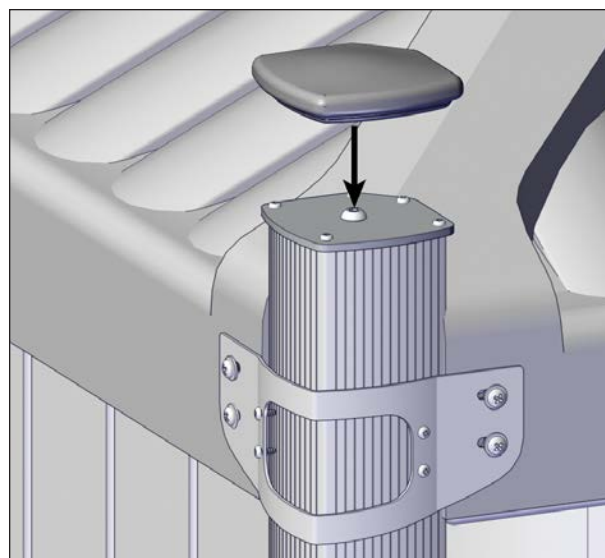

FIGURE 47: INSTALLATION DU CAPUCHON DE CAOUTCHOUC
8. Placer les capuchons en caoutchouc sur les colonnes télescopiques. Ces capuchons protègent le dessus des colonnes contre l'usure, voir Figure 47.